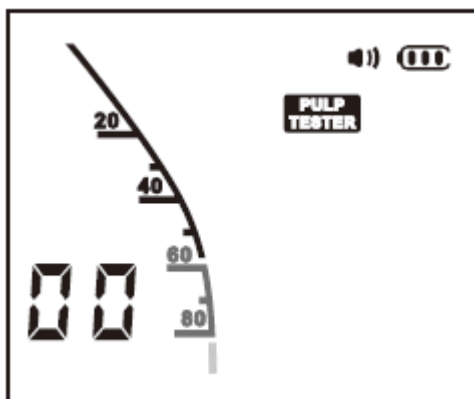

Рис. 28
- 3) Переключитесь на режим пульптестера, нажав на кнопку выбора режима. (Рис. 28).